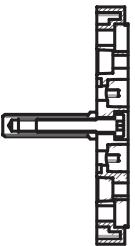

Abb. 2 / Fig. 2 / Afb. 2
4. Gewindegelenken mit beiliegender Innensechskantschraube und Unterlegscheibe an das Schloss bzw. Anschaubleiste so anschrauben, dass dieser gerade steht, gemäß Abb. 2. Sollten Unterlagen benötigt werden, müssen diese mit angeschraubt werden.
4. Visser les boulons filetés avec la vis à six pans creux fournie et la rondelle dans le verrou ou la cale de fixation, de façon à ce qu'elle soit bien droite, conformément à la fig. 2. Si des supports sont nécessaires, ils doivent être vissés.
4. Bevestig de meegeleverde inbusbout met de onderlegplaat zodanig op het slot, respectievelijk de slotkast dat deze daar een haakse hoek mee maakt (Afb. 2). Eventuele noodzakelijke vulplaten moeten ook op de bout worden bevestigd.